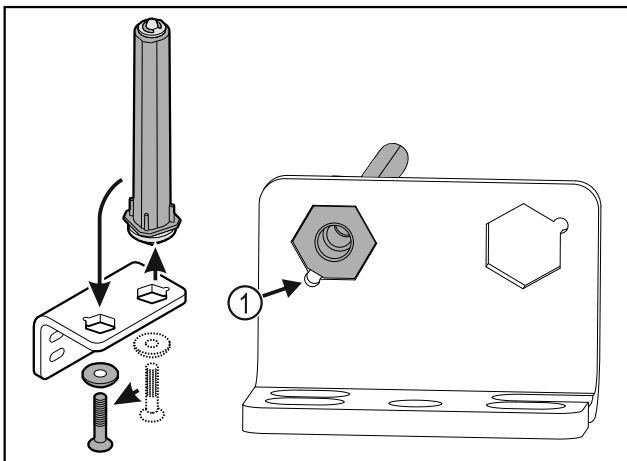

Fig. 19
- ▶ Let erop dat bij het plaatsen de boutafschuiving Fig. 19 (1) naar het ronde gat wijst.